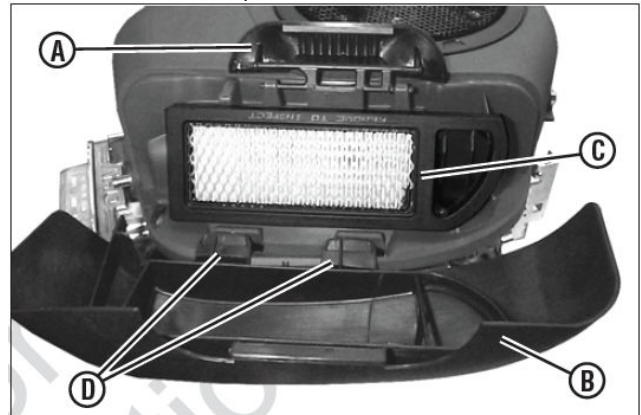

Рис. 23. Открытие крышки воздушного фильтра (на двигателе Briggs)
- Вытяните и поверните защелку крышки воздушного фильтра (А, рис. 23), чтобы снять крышку (В).